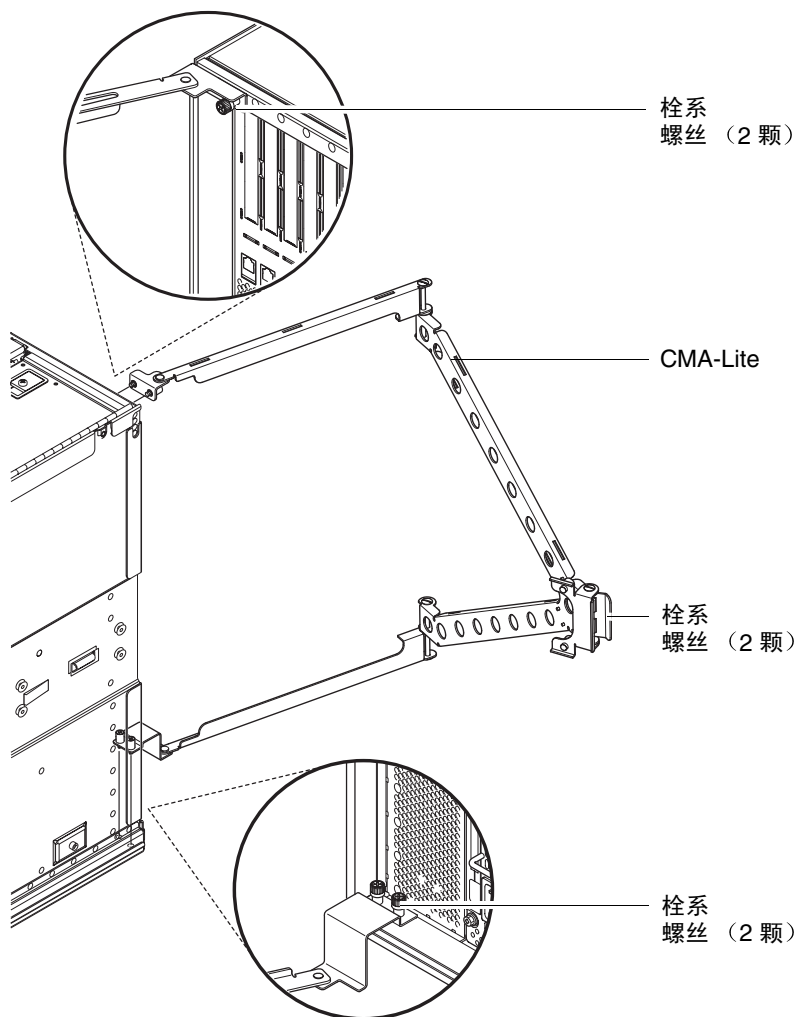

图 1-18 CMA-Lite 电缆管理臂
1. 使用两颗栓系螺丝将上臂末端的转轴固定到系统的后上部（图 1-18）。